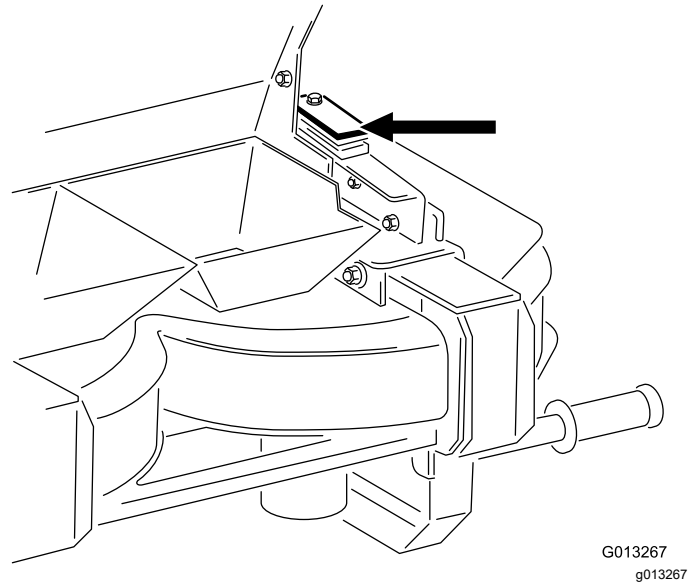

Bild 2
1. Wenn Sie an demselben Topdresser einen Doppel-Tellerstreuer verwenden, entfernen Sie das obere Kunststoff-Distanzstück ($\frac{3}{8}$ "), wie in Bild 2 dargestellt, und den Metallabstreifer ($\frac{1}{4}$ ") und ersetzen sie diese durch die beiliegenden Kunststoff- und Metall-Distanzstücke. Die vorher befestigten Seitenschienenplatten können dann montiert bleiben, unabhängig davon, ob ein Doppel-Tellerstreuer oder Förderband und Drehzapfen montiert sind.